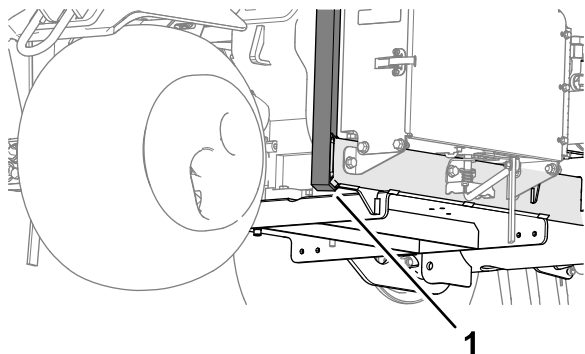

Figura 138
3. Coloque el gato firmemente debajo del brazo de soporte de la rueda delantera (Figura 138).